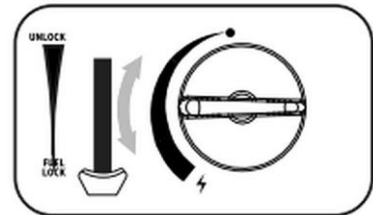

Abb. 10
3. Drehen Sie nach der Zündung des Brenners den Einstellregler (17) auf die gewünschte Position. (Abb. 10)